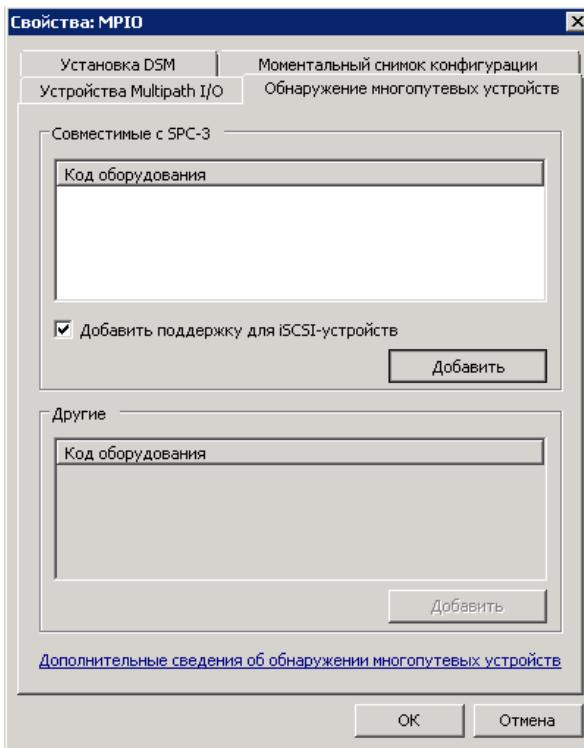

Рисунок 105 - Добавление устройств
- 7) На вкладке «Обнаружение многопутевых устройств» нажать кнопку «Добавить» (см. Рисунок 105). Система выдаст сообщение о необходимости перезагрузки системы. После перезагрузки в разделе «Управление дисками» панели «Управление компьютером» можно убедиться, что диск будет доступен по нескольким маршрутам.